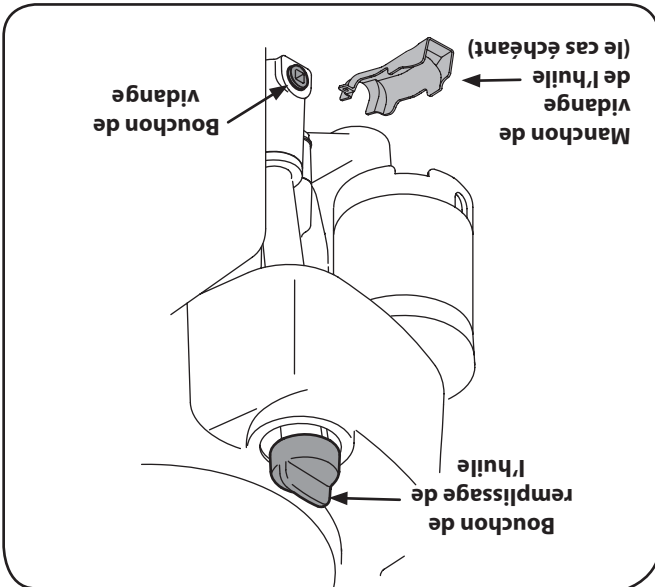

Figure 6-1
1. Laissez le moteur tourner jusqu'à ce qu'il tombe en panne d'essence. N'essayez pas de verser l'essence du moteur. Voir la Figure 6-1.
2. Placez la petite partie du manchon de vidange de l'huile (le cas échéant) sur le bouchon de vidange. Voir la Fig. 6-1.
3. Retirez le bouchon de l'orifice de vidange. Laissez l'huile couler dans un récipient approprié. Voir la Figure 6-1.